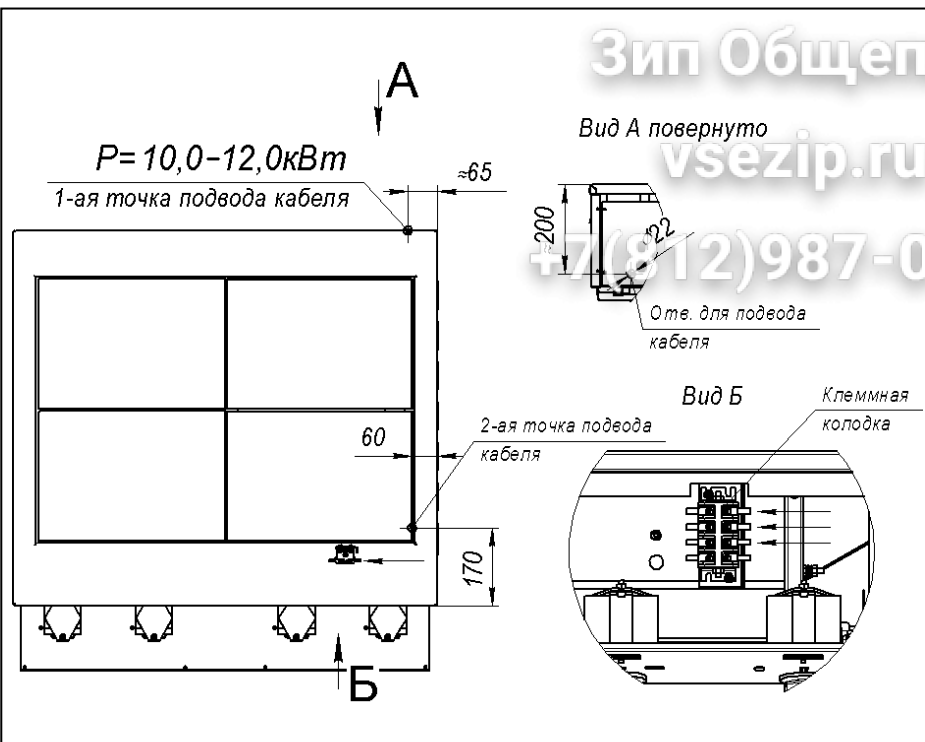

Рис.3
- 6.7 Рекомендуем, подвод электропитания к плите производить, скрытой в полу, трубной разводкой. Диаметр трубы – не мене 1/2" (Ø=22мм), высота от уровня пола не более 500мм (см. рис.3). Электропровода, заводимые в плиту, до блока клемного, должны иметь термоустойчивую изоляцию, с температурой длительной эксплуатации не менее 150°С